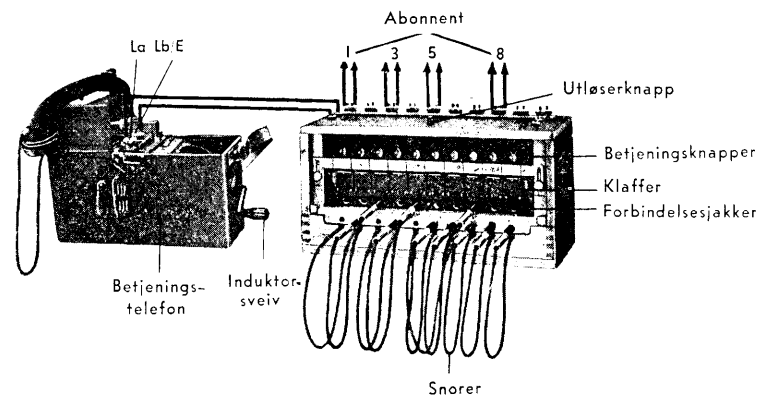

Fig 5.
29. Samtidig forbindelse mellom abonnent nr 1, nr 3, nr 5 og nr 8 (se fig 5).